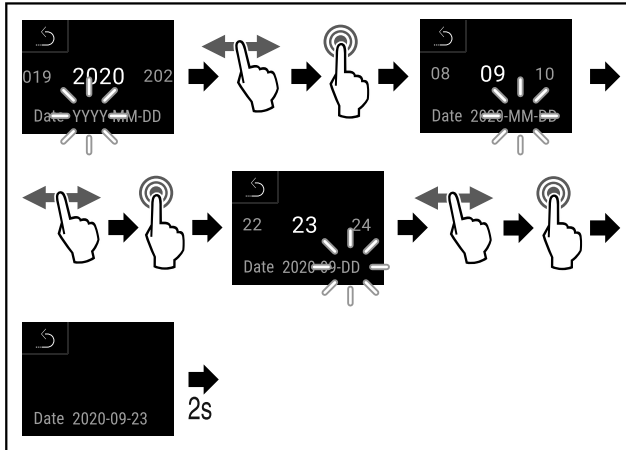

Fig. 55
- ▶ Eseguire i passi (vedere Fig. 55).